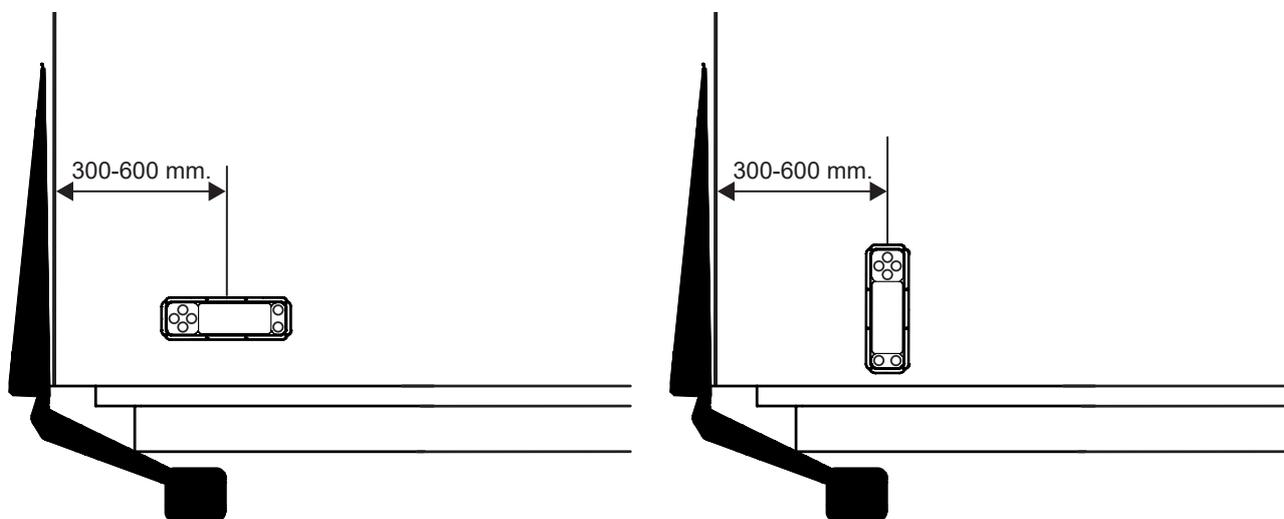

Figure 44. Installation de l'actionneur
5. Ensuite, montez l'actionneur en place sur l'armoire. Voir Figure 44